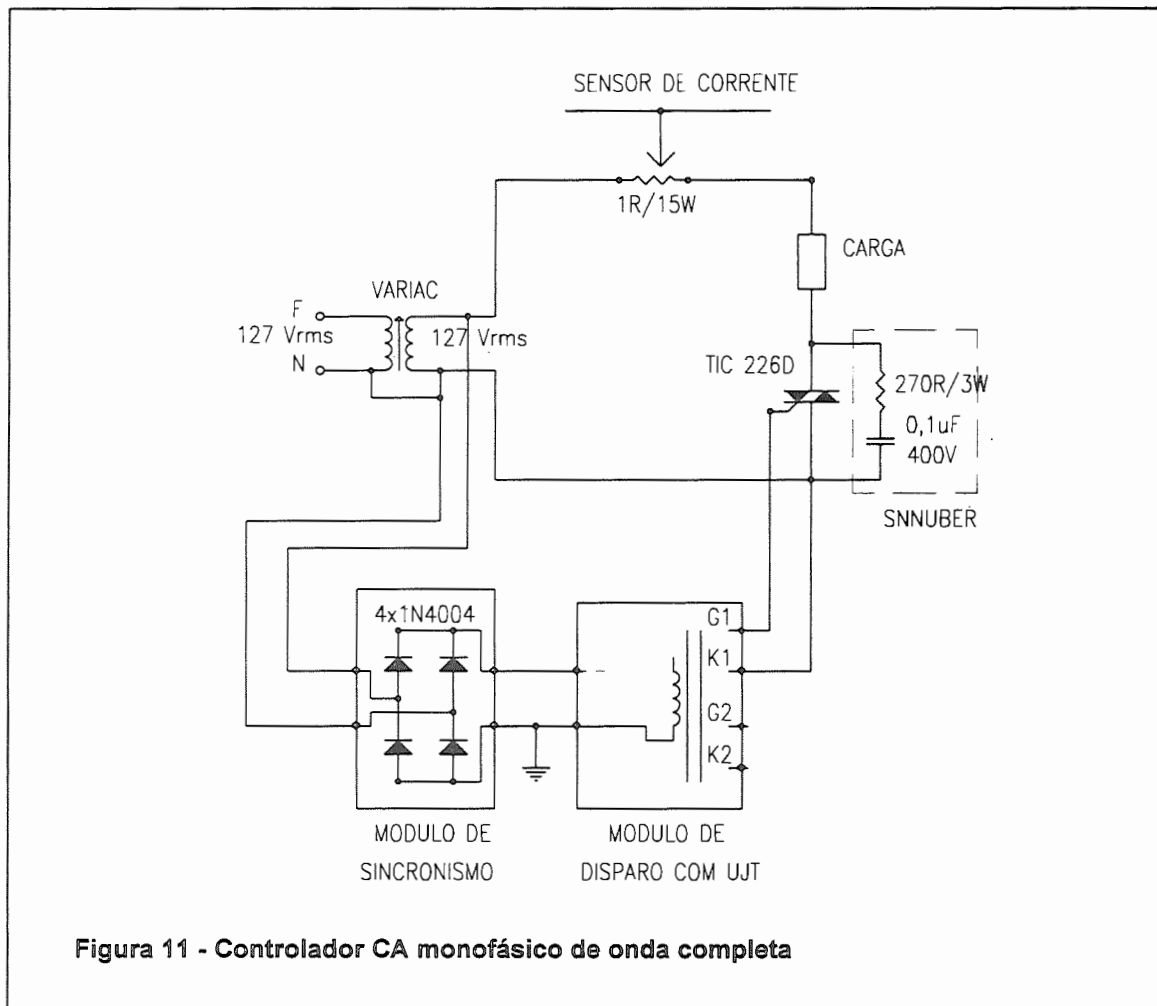

Figura 11 - Controlador CA monofásico de onda completa
2. Monte o circuito da figura 11 (Controlador CA Monofásico de Onda Completa), primeiro para carga resistiva (banco de lâmpadas), e depois para carga indutiva (banco de lâmpadas + indutor).